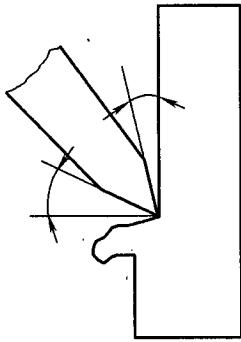

图 2—2 镗削练习件的镗削工作，试写出操作步骤并完成具体操作，已知毛坯尺寸为 95 mm×75 mm×38 mm。
4. 在如图 2—2 所示的錾削角度图上标出錾削时形成的刀具角度，并用文字或符号表示角度的名称。
- 五、欲完成如图 2—3 所示整削练习件的整削工作，试写出操作步骤并完成具体操作，已知毛坯尺寸为 95 mm×75 mm×38 mm。